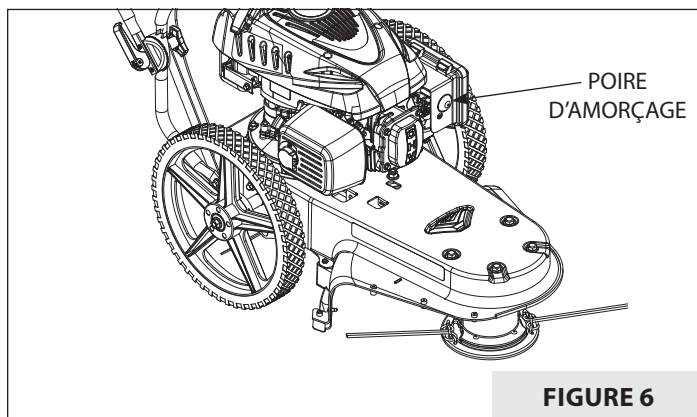

FIGURE 6
1. Appuyer sur la poire d'amorçage à trois reprises. Attendre deux secondes environ entre chaque pression. **VOIR FIGURE 6.**
3. Pour démarrer un moteur froid, appuyer trois fois sur la poire d'amorçage. Attendre deux secondes entre deux pressions sur la poire d'amorçage. **VOIR FIGURE 6.**